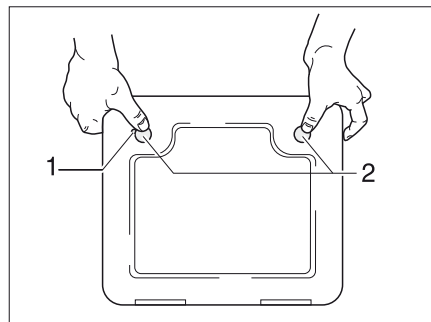

Bild 364 Lucka för toalett-kassetten
- Öppna luckan till kassetten på fordonets utsida. Stick för detta in nyckeln i låscylindern i trycklåset (Bild 364,1) och vrid den ett kvarts varv.
- Tryck samtidigt in de två trycklåsen (Bild 364,2) med tummarna och öppna luckan för kassetten.